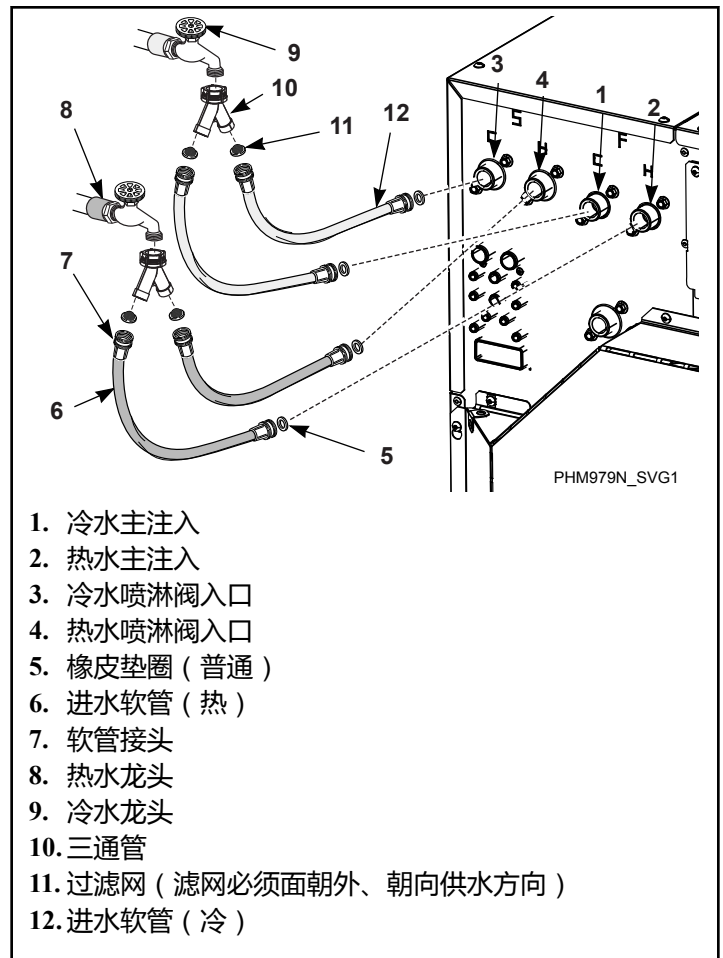

图 23
3. 在进水软管一侧安装一(1)个普通橡皮垫圈，另一侧安装一(1)个过滤网。滤网必须面朝外、朝向供水方向。参见图 23。
7. 通过一(1)根软管（连接至热水接头）的橡胶平垫圈将接头拧至主进水阀（带"H"标记，位于"F"标记下方）；通过另一根热水软管的橡胶平垫圈将接头拧至喷淋阀入口（带"H"标记，位于"S"标记下方）。用手指拧紧。参见图 23。
8. 通过一(1)根软管（连接至冷水接头）的橡胶平垫圈将接头拧至主进水阀（带"C"标记，位于"F"标记下方）；通过另一根冷水软管的橡胶平垫圈将接头拧至喷淋阀入口（带"C"标记，位于"S"标记下方）。用手指拧紧。参见图 23。